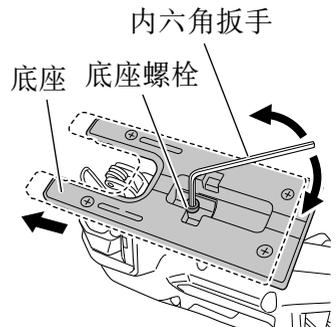

图 24
- (1) 使用内六角扳手松开附在底座上的底座螺栓。（图 24）
- (2) 将底座充分向前移动（图 24）再次上紧底座螺栓。
- (1) 使用内六角扳手松开附在底座上的底座螺栓。(第 21 页的图 24)
- (2) 将底座充分向前移动(第 21 页的图 24)再次上紧底座螺栓。
- (3) 将轨道位置设为“0”。